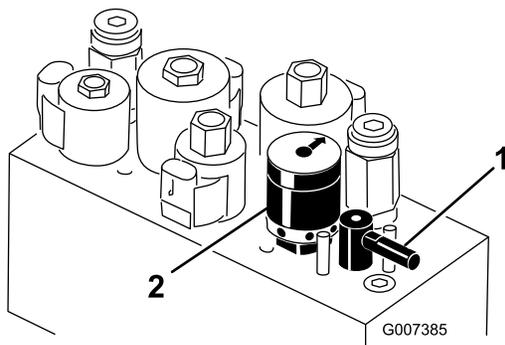

図 58
5. バックラップレバーを R 位置にセットする（図 58）。
6. リール速度セレクタを 1 にセットする（図 58）。